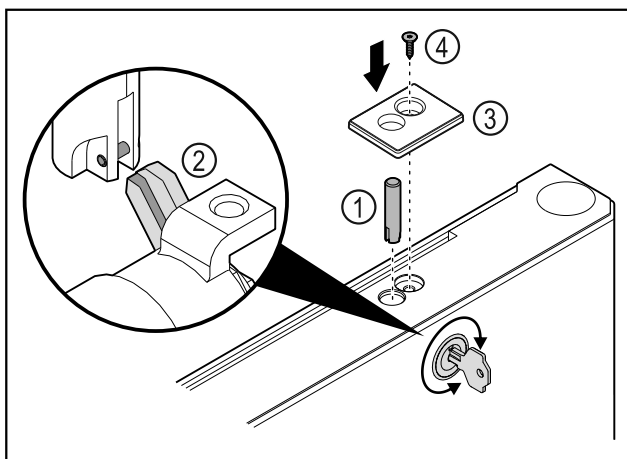

Fig. 42
- ▶ Vstavite sornik ključavnice Fig. 42 (1).
- ▶ Ključavnico rahlo obrnite, da se sornik ključavnice tako Fig. 42 (2) zaskoči v reži ključavnice.
- ▶ Vstavite pokrov Fig. 42 (3).
- ▶ Vstavite vijak Fig. 42 (4).